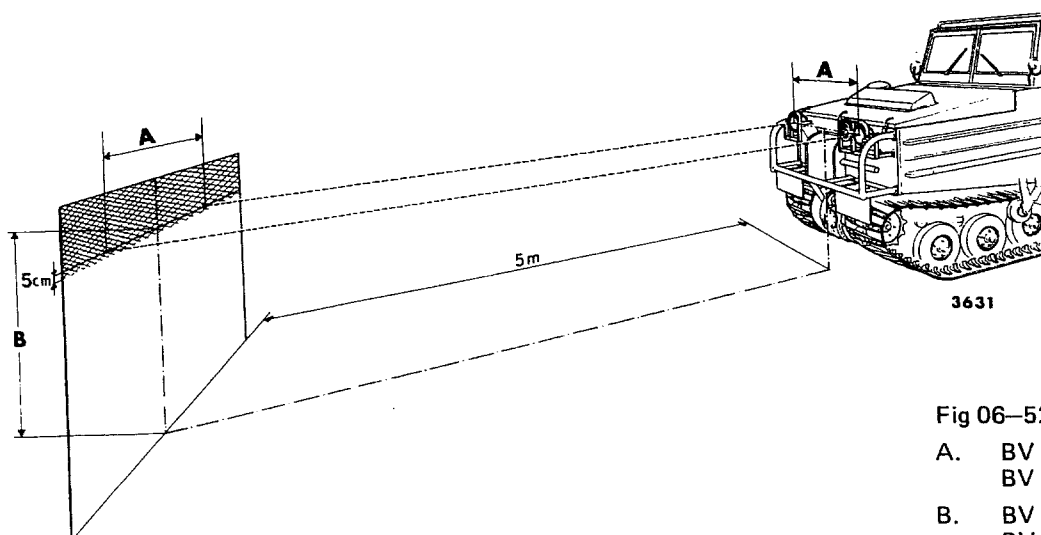

Fig 06-52. Strålkastarinnstilling
1. Ställ upp vagnen på ett plant underlag ca 5 m framför en vägg eller skärm, som försetts med två riktpunkter enligt fig 06-52.
3. Koppla om till halvljus och kontrollera att gränsen mellan belyst och icke belyst yta sänks 5 cm, se fig 06-52. Justera vid behov enligt punkt 2 ovan, men se då till att strålkastarnas sidoinställning inte ändras.